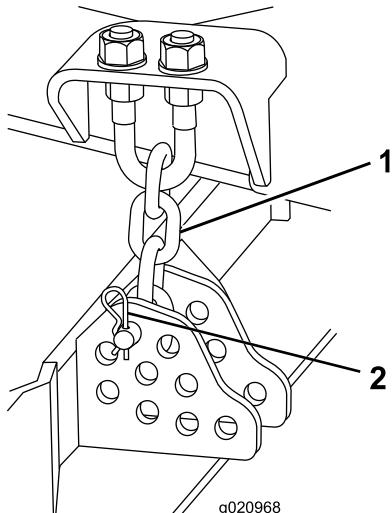

Figura 17
9. Retire o contrapino tipo grampo e pino de segurança que fixam as correntes da altura de corte à traseira da plataforma de corte (Figura 17).